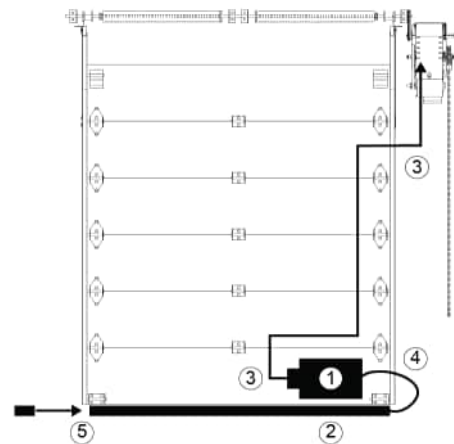

Figura 14 - Borde de detección
1. Colocar el interruptor de aire en posición, consultar la Figura 14.
1. Colocar la caja de conexiones en posición, consultar la Figura 14.